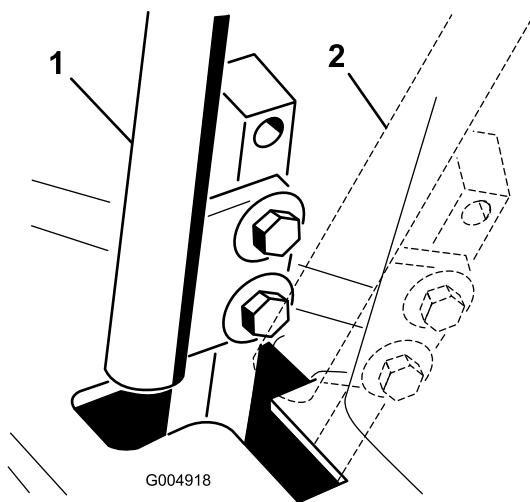

Рисунок 55
- Переведите рычаг управления в НЕЙТРАЛЬНОЕ положение, но **не в положение фиксации** (Рисунок 55).
- Проверьте положение рычага управления относительно выемки в консоли (Рисунок 55).